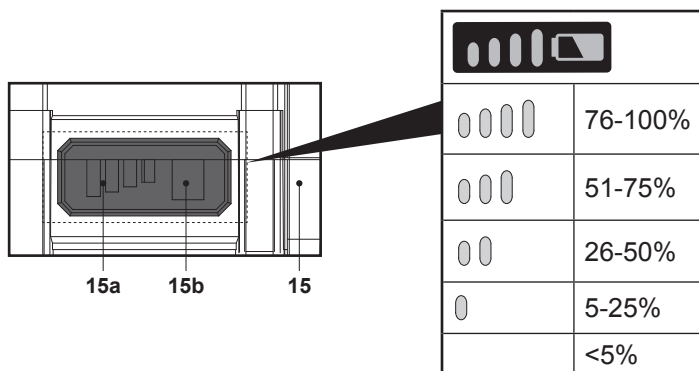

Fig. 4
La batterie (15) est équipée d'indicateurs de capacité (15a) qui affichent la capacité restante de la batterie. Appuyer sur le bouton de capacité de la batterie (15b) pour en vérifier la capacité (Fig. 4). Les LED restent allumées pendant environ 5 secondes.